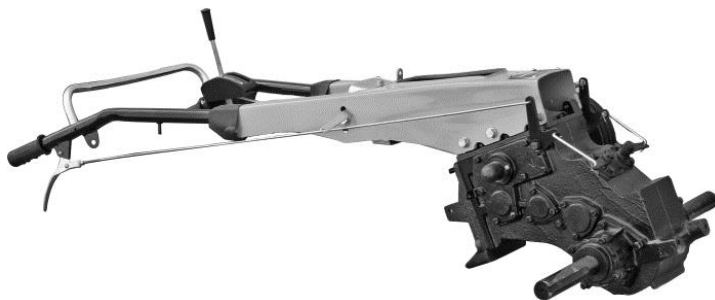

Рисунок 22. Редуктор мотоблока
2. Виставити редуктор в зборі з кермом (див. рис. 22.) на рівній твердій поверхні в горизонтальному положенні, у разі необхідності – використовувати підпори.